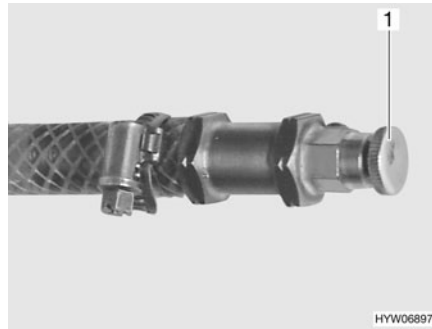

Fig. 179 Válvula de purga de la calefacción de agua caliente
- Abrir la válvula de purga (Fig. 179,1) y dejarla abierta hasta que deje de salir aire.